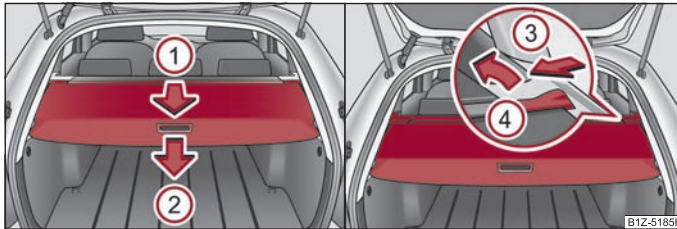

Abb. 73 Kofferraum: aurollbare Gepäckraumabdeckung / aurollbare Gepäckraumabdeckung herausnehmen
- Ziehen Sie die aurollbare Gepäckraumabdeckung in Pfeilrichtung ① bis zum Anschlag in die gesicherte Stellung ⇒ Abb. 73.
Wenn Sie den gesamten Gepäckraum benutzen möchten, können Sie die aufrollbare Gepäckraumabdeckung ausbauen ⇒ Seite 77, Abb. 73.